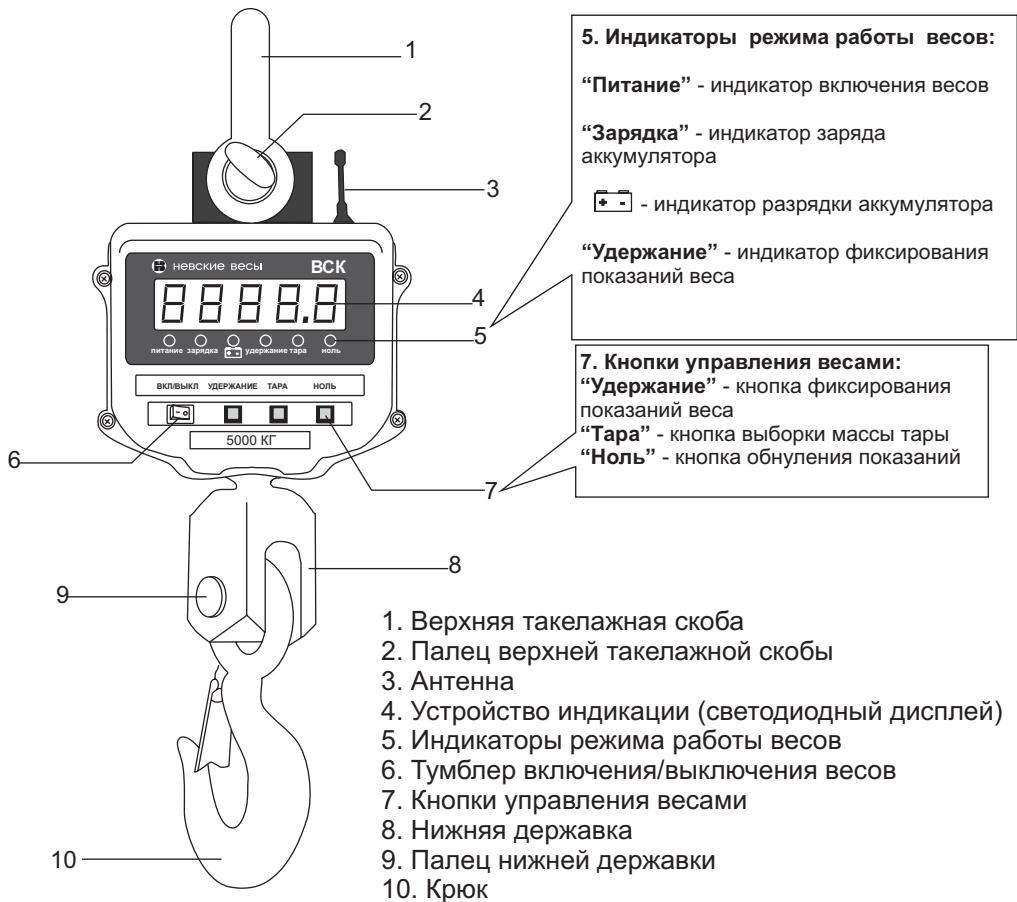

Рис.2 Внешний вид и основные узлы весов ВСК и ВСК-Д
Рис.2 а. Пульт управления
4.2. Включите весы, нажав тумблер включения/выключения весов (см. рис.2).
В процессе эксплуатации возможно включение и выключение весов с помощью кнопки ① , расположенной на ПУ (см. Рис. 2а)
Закончив работу, выключите весы, нажав тумблер включения /выключения весов. (см. Рис. 2).
- 7.2. Включите Пульт при помощи кнопки включения/выключения пульта (см. Рис. 2). После прохождения автотеста на дисплеях весов и пульта загорится: